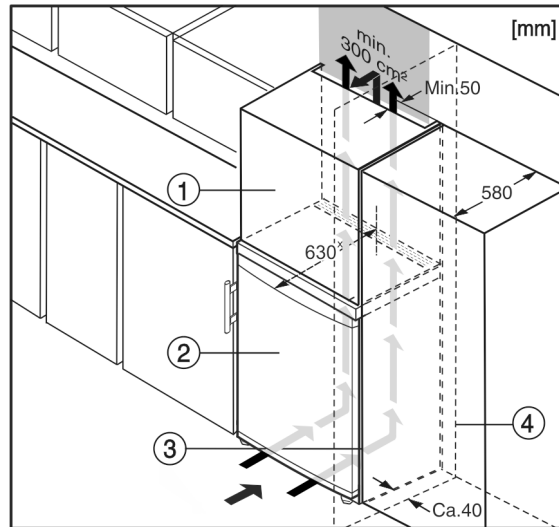

Fig. 6
- (1) Шафа для встановлення на пристрої*
- (2) Пристрій*
- (3) Кухонна шафа*
- (4) Стінка*
Перед встановленням пристрою можна змінити його конструкцію відповідно до кухонної шафи. Щоб привести висоту пристрою Fig. 6 (2) у відповідність із розмірами кухонної ніші, можна встановити на нього спеціальну шафу Fig. 6 (1).
У разі переобладнання кухонними шафами (глибина щонайбільше 580 мм) пристрій можна встановити безпосередньо поруч із кухонною шафою Fig. 6 (3). Пристрій виступає за передню частину кухонної шафи на 34 мм * з боків і на 50 мм * посередині.
Якщо пристрій із шарнірами встановлюється поруч зі стіною Fig. 6 (4), відстань між пристроєм і стіною має становити щонайменше 40 мм. Це відповідає необхідній відстані для ручки після відкривання дверцят.*